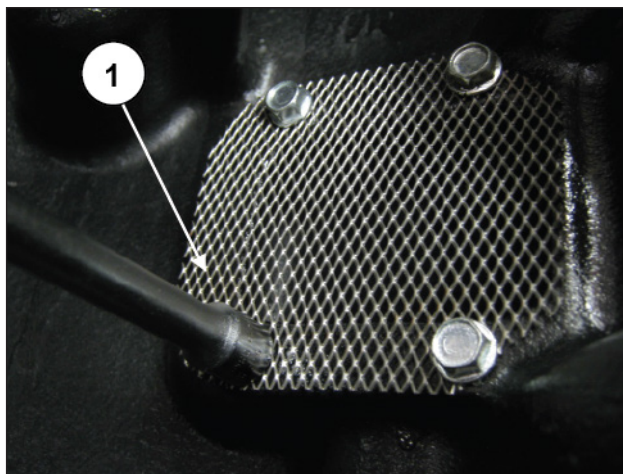

Fig. 68
Fissare la retina filtro olio sul carter posteriore con quattro con viti M6 (pos. ①, Fig. 68).